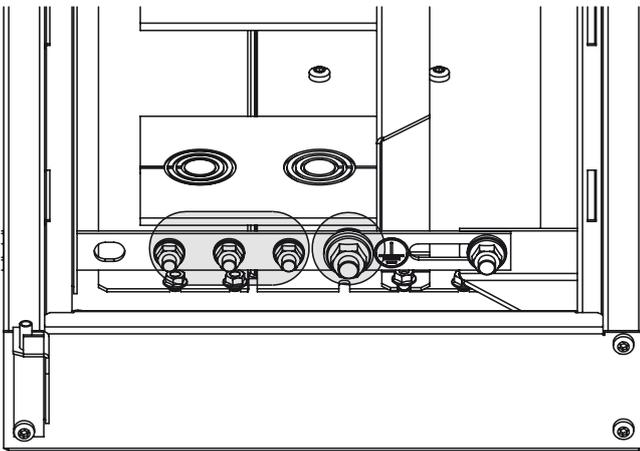

Figura 110. Posizioni dei cavi di terra
Ogni unità è provvista di sbarre di terra che corrono longitudinalmente nella parte anteriore inferiore dell'unità. Queste sbarre devono essere collegate come indicato nel capitolo 5.3.1. Il sistema di messa a terra della stazione deve essere collegato all'unità terminale del quadro. Se il quadro è costituito da più di 8 unità, si consiglia di collegare il sistema di messa a terra della stazione ad entrambe le unità terminali. La figura 110 mostra il punto di collegamento a terra esterno della stazione all'interno dell'unità. Tutte le apparecchiature sono collegate alla sbarra di terra tramite l'involucro del quadro. L'interconnessione fra le unità è in grado di sostenere la corrente di breve durata nominale e la corrente di cresta per il circuito di messa a terra.
d) I cavi di messa a terra possono essere montati con bulloni, come mostra la figura 110. Il bullone M12, contrassegnato con il simbolo di terra, è riservato al sistema di messa a terra esterno della stazione, gli altri bulloni M10 (3 pz.) alle guaine dei cavi o ad altri sistemi di messa a terra.